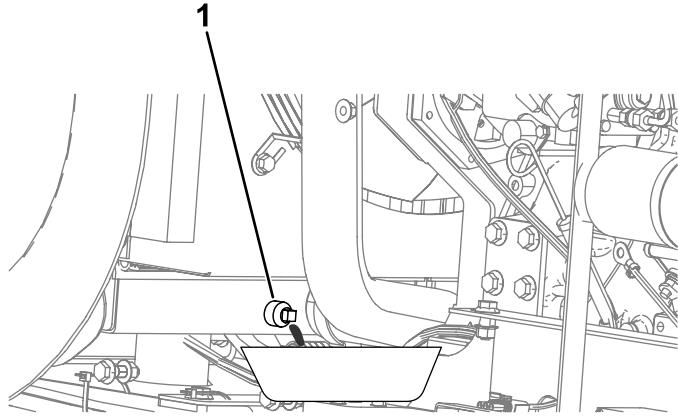

Figura 102
5. Coloque un recipiente debajo del tapón de vaciado (Figura 102).
8. Cierre el tapón de vaciado (Figura 102).
- Cierre el tapón de vaciado (Figura 102).
- H. Cierre el tapón de vaciado (Figura 102).